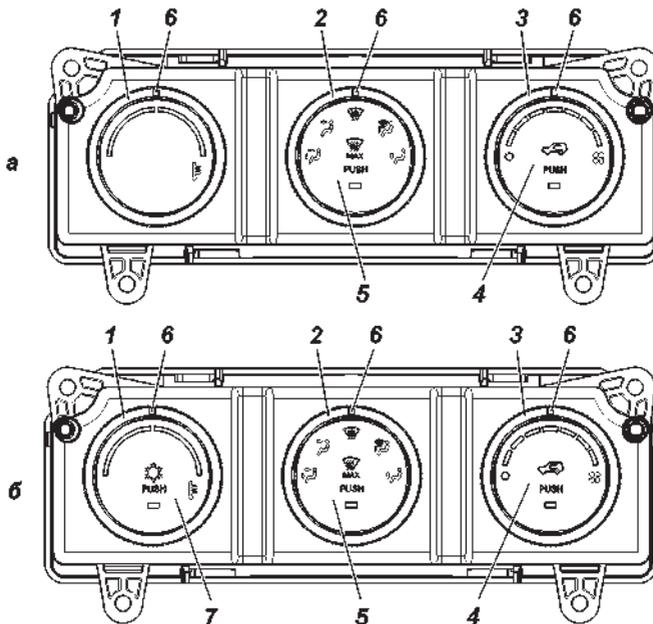

Рис. 3.22. Пульт управления отопителем:
Отопление, вентиляция и кондиционирование салона управляются пультами (рис. 3.22 а,б), которые являются основными устройствами управления.
Пульт управления (рис. 3.22)
**2 – поворотный переключатель распределения потоков воздуха** (рис. 3.22 а, б).
### **4 – кнопочный переключатель режима «приточный воздух-рециркуляция»** (рис. 3.22) со световым индикатором.
**7 – кнопочный переключатель режима кондиционирования** (рис. 3.22 б) со световым индикатором.
С помощью поворотного переключателя 3 (рис. 3.22) можно установить необходимую скорость потока воздуха, поступающего в салон через дефлекторы и воздуховоды. Для уменьшения попадания в салон через неплотности пыли и наружного воздуха с нежелательной температурой рекомендуется всегда включать вентилятор не ниже 3-й скорости. При увеличении количества пассажиров в салоне рекомендуется увеличить скорость вентилятора для исключения возможного запотевания стекол.
#### *Режимы работы пульта управления (рис. 3.22)*
При вращении переключателя вентилятора 3 (рис. 3.22) в пределах делений 1 и 8, система включается на ручную регулировку, и скорость вентилятора повышается на одно деление вверх и вниз в пределах делений.
**Режим «Интенсивного обогрева ветрового стекла»** включается переключателем 5 (рис. 3.22), передавая сигнал на пульт, который формирует и передает на исполнительные устройства управляющие сигналы, необходимые для перехода пульта в данный режим.
В этом режиме пульт переводит заслонку воздухораспределения в положение «На стекло», заслонку подмешивания в положение, соответствующее 8-мой позиции переключателя 1 (рис. 3.22). Вращение вентилятора при этом происходит со скоростью, соответствующей 7-мой позиции переключателя 3. В данном режиме работы пульт не реагирует на изменения положений поворотных переключателей.
Включение кондиционера производится нажатием кнопки 7 (рис. 3.22 б).
Для более эффективного охлаждения, кнопкой 4 (рис. 3.22) включается режим рециркуляции (забор воздуха будет осуществляться из салона автомобиля).
**ВНИМАНИЕ!** При длительной работе кондиционера на холостом ходу двигателя и при движении в тяжелых условиях с нагрузкой на двигатель, близкой к максимальной, с целью исключения перегрева двигателя, возможны автоматические отключения компрессора кондиционера со снижением эффективности охлаждения салона. Для повышения эффективности работы кондиционера при данных условиях эксплуатации, рекомендуется уменьшить скорость вентилятора климатической установки поворотом переключателя 3 (рис. 3.22) и включить режим «рециркуляции воздуха».